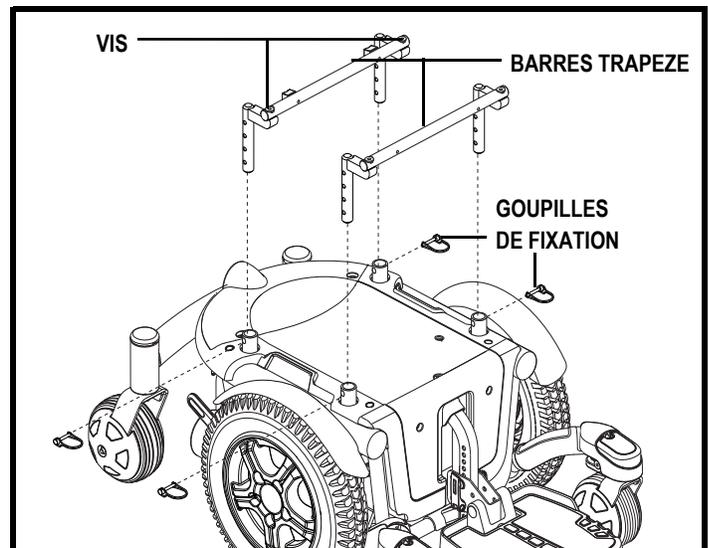

Figure 15. Réglages des barres trapèze
7. Desserrez les vis qui retiennent la barre trapèze aux tourelles de siège. Voir la figure 15.
8. Retirez les agrafes de fixation des tourelles sur la base motorisée. Voir la figure 15.